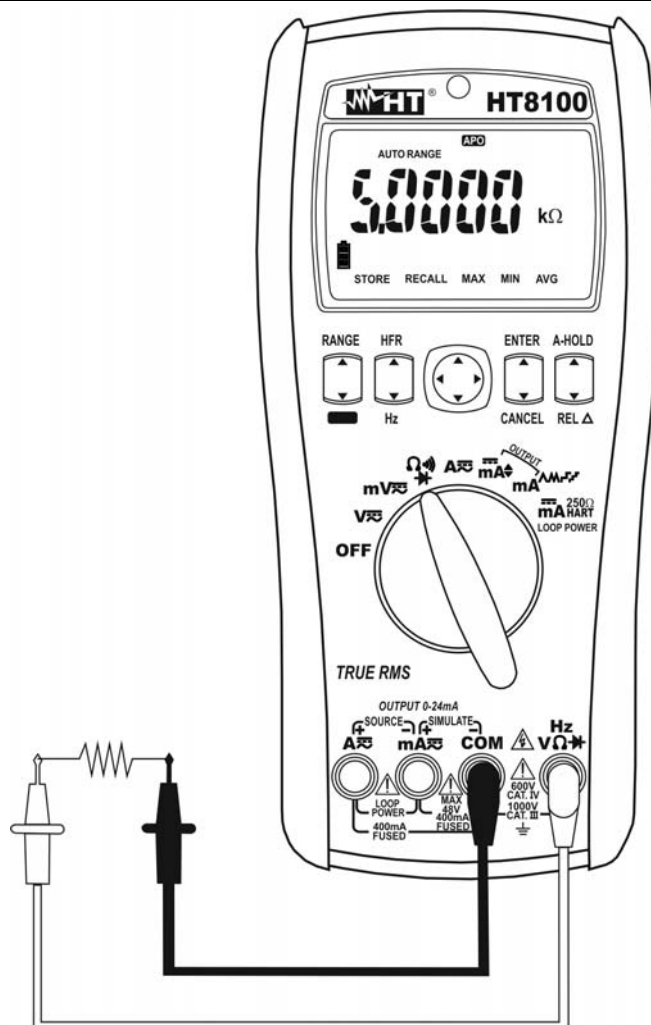

Fig. 6: Uso del instrumento para medida de Resistencia y Test Continuidad
4. Posicione las puntas en los puntos deseados del circuito en examen (vea Fig. 6). El valor de la resistencia se muestra en el visualizador